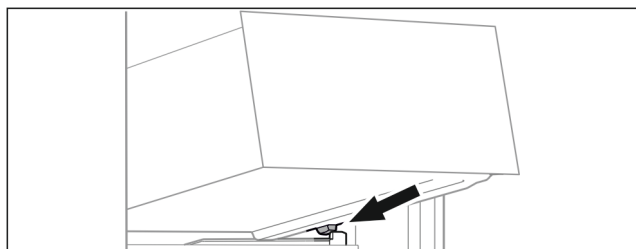

Fig. 17
- ▶ Placer le tiroir, en l'inclinant, derrière les butées sur la nervure de récipient *Fig. 17 (1)*.